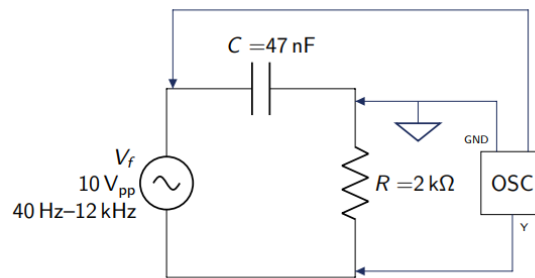

Figura 11.1: Circuito RC serie.
Gráfica 1. Respuesta simulada del capacitor del circuito de la figura 11.1
Gráfica 2. Respuesta simulada para la resistencia del circuito de la figura 11.1
2. ¿Cuál es la utilidad práctica o aplicación del circuito RC serie de la figura 11.1 investigado en función de la frecuencia?
1. Monte el circuito de la figura 11.1